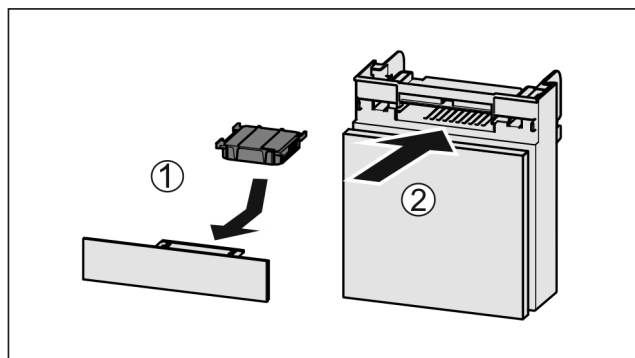

Fig. 43
- Insérer le filtre à charbon actif d'après le schéma Fig. 43 (1).
- Insérer le compartiment Fig. 43 (2).